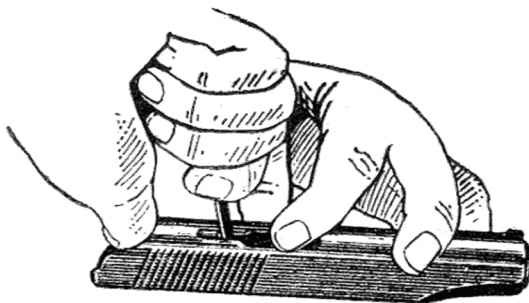

Рис. 16. Отделение выбрасывателя от затвора
8. *Отделить выбрасыватель от затвора (рис. 16).* Положить затвор на стол (скамейку), правой рукой при помощи выступа протирки утопить гнеток выбрасывателя и, одновременно нажимая указательным пальцем левой руки на переднюю часть выбрасывателя и поворачивая его вокруг зацепа, вынуть его из паза, после этого осторожно извлечь из гнезда затвора гнеток с пружиной.